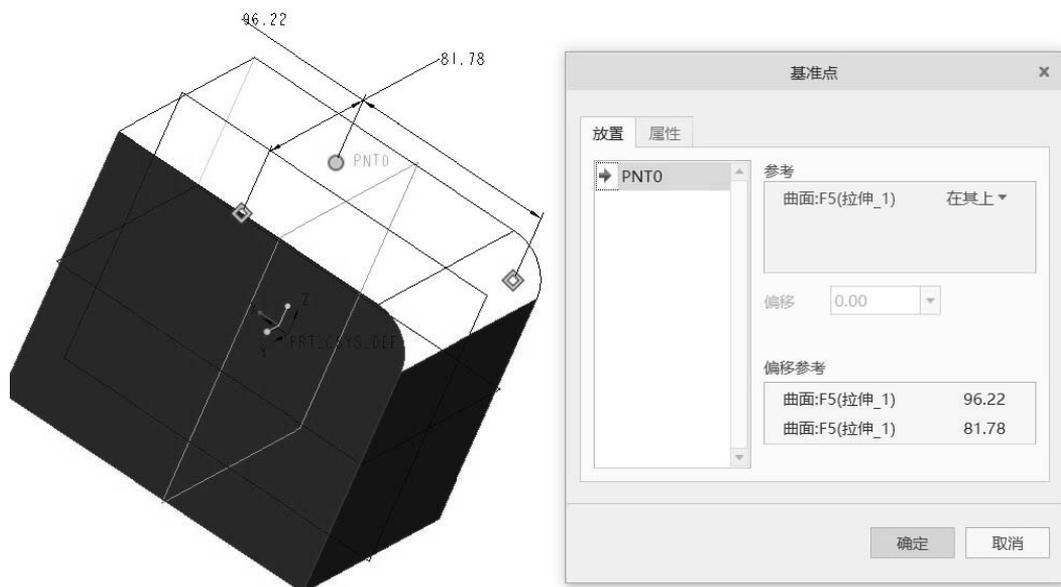

图 3-21
(3) 在平面或曲面上创建点，见图 3-21（通过偏移参考定义距离确定点的位置与定义坐标位置无异，其他面上点定义位置类似）。